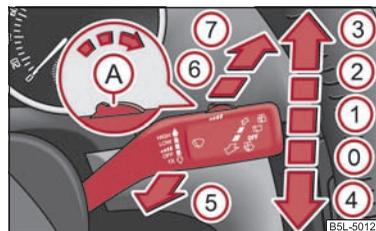

Fig. 50 Leva tergicristallo
Le posizioni della leva tergicristallo ⇒ fig. 50 sono:
- Se è attiva la tergiture lenta ② ⇒ pag. 58, fig. 50 o veloce ③ e la velocità di marcia scende sotto i 4 km/h, viene attivato automaticamente lo stadio di tergiture inferiore. Con velocità superiori ai 8 km/h viene ripristinata la tergiture precedente.
- Premere cinque volte consecutive entro 5 secondi la leva di comando in posizione ⑥ ⇒ pag. 58, fig. 50.
La pulizia dei fari viene effettuata dopo la prima e ogni quinta spruzzatura del parabrezza, se i fari anabbaglianti o abbaglianti sono accesi e se la leva tergicristallo viene mantenuta per circa 1 secondo nella posizione ⑤ ⇒ pag. 58, fig. 50.
⇒ pag. 58, fig. 50: i bracci si portano in posizione Service.